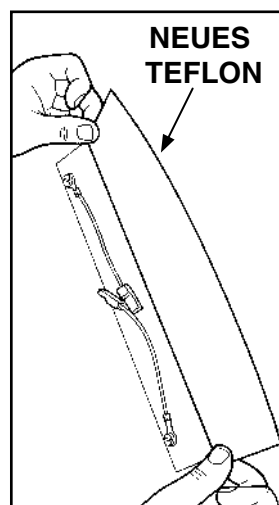

Fig. 2
- Setzen Sie die Schutzkappe **D** in die mittlere Bohrung gemäß (**Abb. 2**).
- Bringen Sie das neue Band (**Abb. 2**) an und schneiden Sie die überschüssige Länge an den Enden ab (**Abb. 3**).